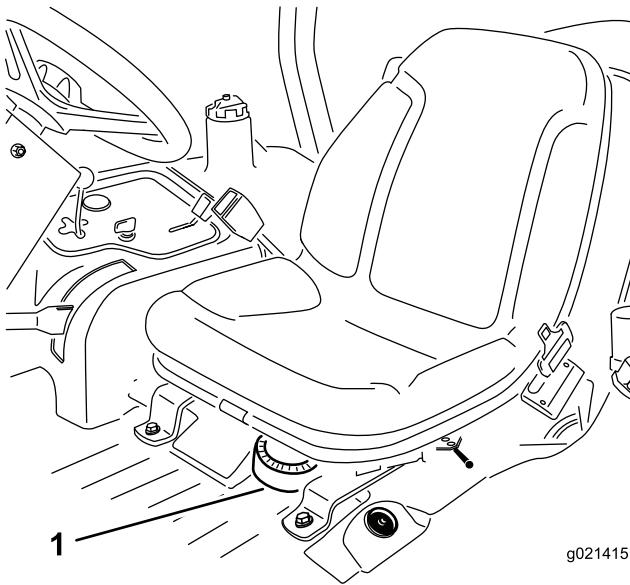

Figura 49
1. Retire el asiento de la máquina para tener acceso a la bomba de combustible (Figura 49).